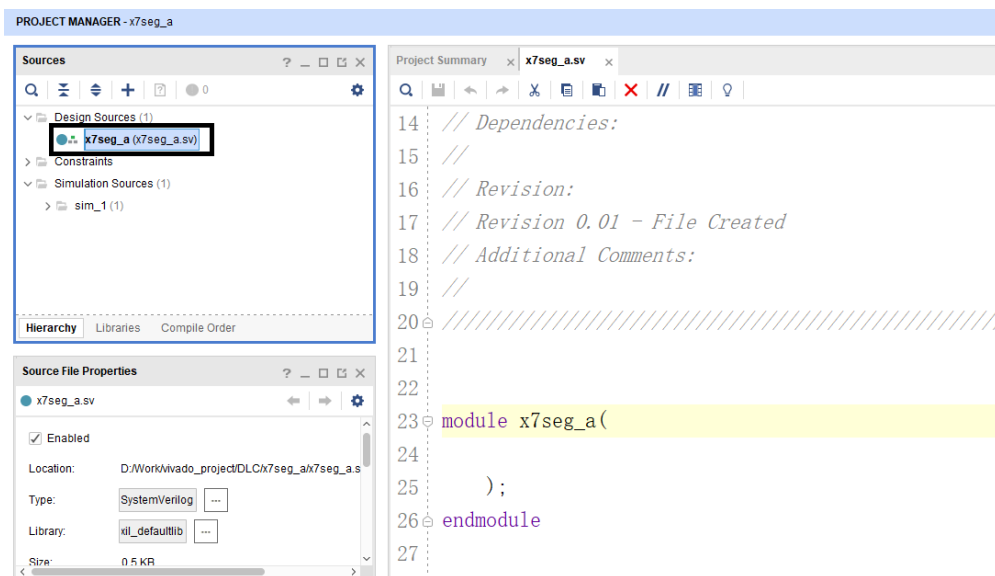

图 1-15 Sources 子窗口（设计源文件的输入）
(8). 返回 Vivado 主设计窗口，在 Sources 子窗口下的 Design Sources 选项下可看到刚刚添加的设计源文件 **x7seg\_a.sv**，双击该源文件，进入程序编辑窗口，如图 1-15 所示。